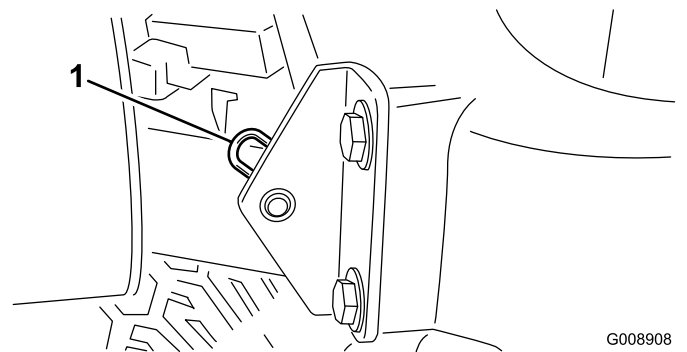

Figura 40
- Tire o contrapino que fixa a articulação do capot aos suportes de montagem (Figura 40).